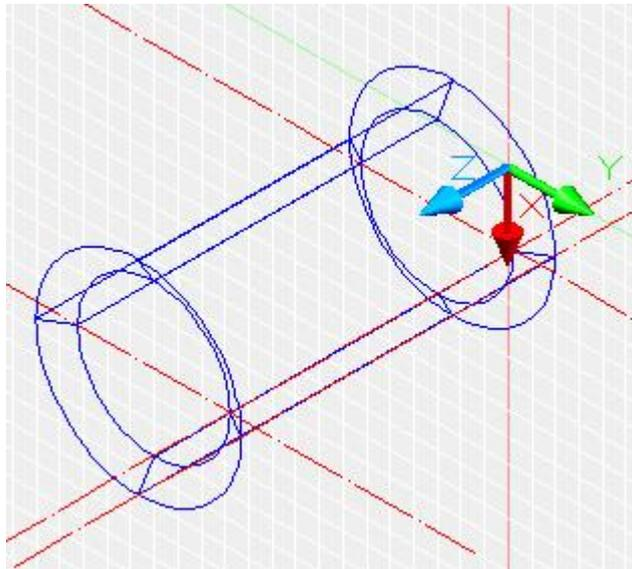

Рис.10
10. Строим шестигранник. Для этого переносим ПСК в новое место по оси **OX** в крайнюю левую точку. В командной строке вводим **UCS**, в боковом меню выбираем **Origin**, ставим маркер в точку **(-90;0)**. Далее переходим в пространственное изображение. В командной строке вводим **VPOINT** ↵ **1,1,1** ↵ (нажимаем **enter**). Затем поворачиваем ПСК вокруг оси **OY**: **UCS** ↵ **«Y»** ↵ **<90>** ↵ . (см. рис.10).